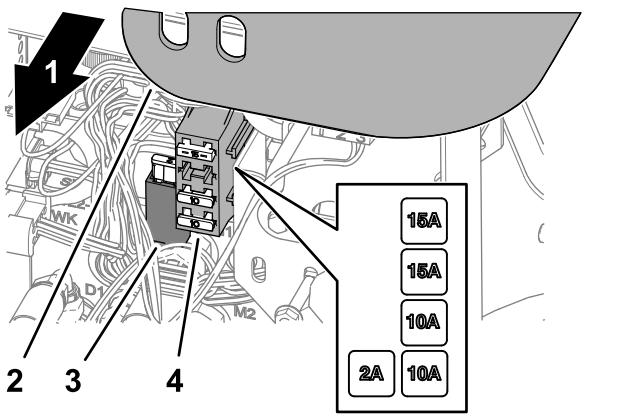

Figura 73
- Retire la cubierta del brazo de control (Figura 73).
3. Localice el fusible fundido en el portafusibles o en el bloque de fusibles (Figura 73).
5. Monte la cubierta en el brazo de control (Figura 73).